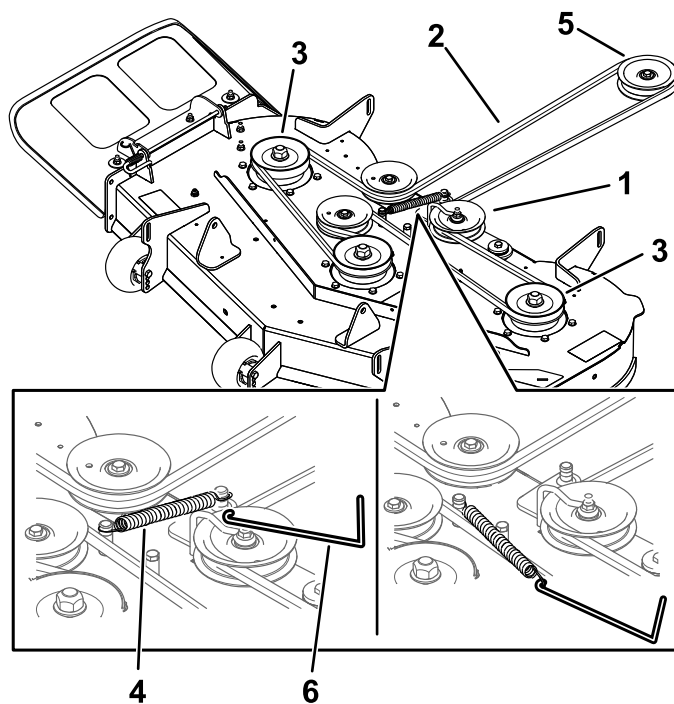

Figura 55
6. Usando una herramienta para la retirada de muelles (Pieza Toro N° 92-5771), retire el muelle tensor del gancho de la carcasa para eliminar la tensión de la polea tensora, y retire la correa de las poleas (Figura 55).
7. Pase la correa nueva alrededor de las poleas del motor y del cortacésped (Figura 55).
8. Usando una herramienta para la retirada de muelles (Pieza Toro N.º 92-5771), instale el muelle tensor sobre el gancho de la carcasa y tense la polea tensora y la correa (Figura 55).